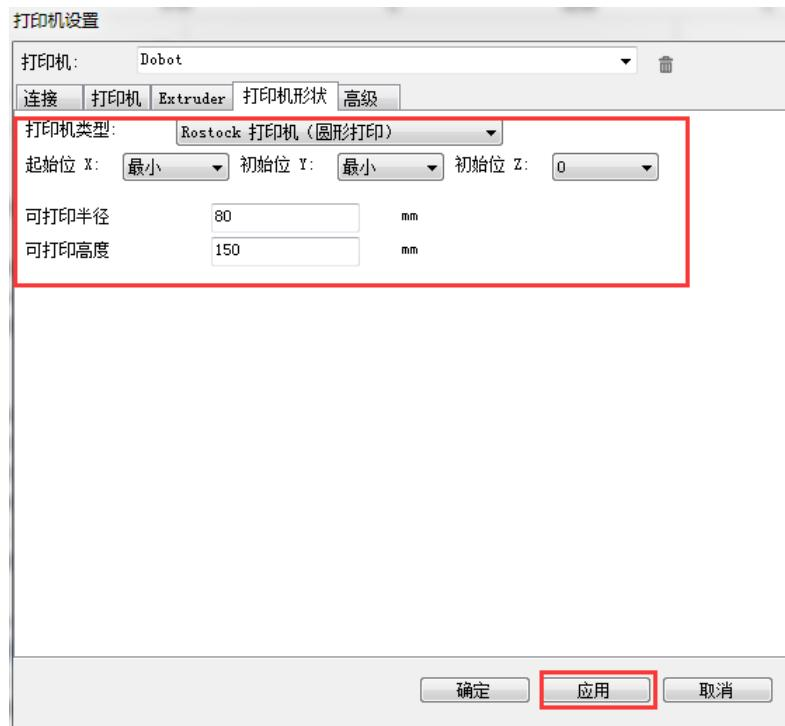

图 5.126 打印机形状设置
6. 在“打印机形状”页签按图 5.126 红框所示设置参数，其余保持默认值即可，并单击“应用”。